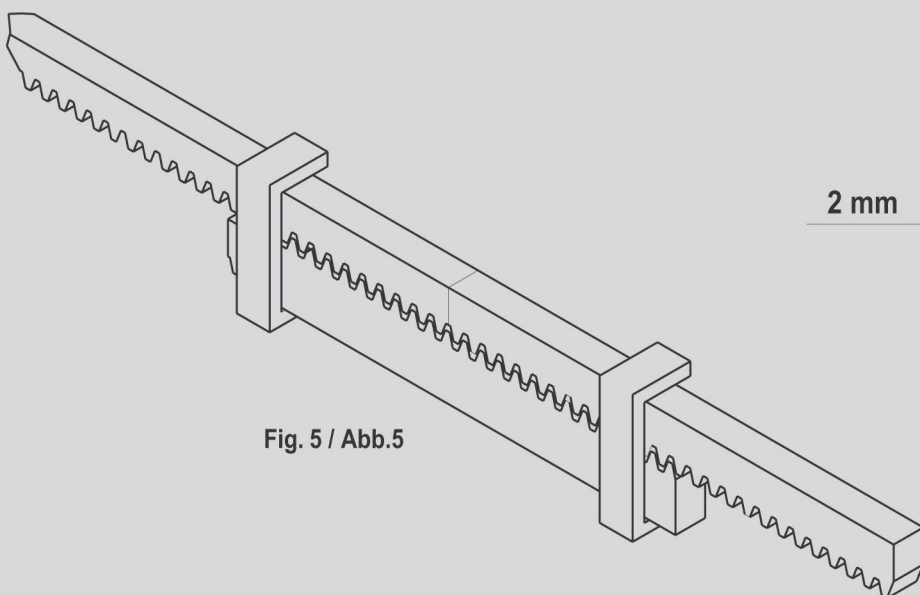

Fig. 5 / Abb.5
11. Pour positionner l'élément suivant de la crémaillère avec les dents parfaitement synchronisées, il est conseillé de bloquer une partie de la crémaillère au moyen de serre-joints et de fixer ensuite les entretoises correspondantes par des points de soudure (fig. 5). Répéter cette opération pour tous les éléments de la crémaillère qui restent à monter. Après avoir contrôlé que tout est en ordre, souder avec soin les entretoises au portail.
11. Para colocar el sucesivo elemento de cremallera con los dientes correctamente en fase, se aconseja bloquear con unas mordazas una pieza de cremallera y fijar los correspondientes distanciadores con puntos de soldadura. (fig. 5). Estas operaciones se repetirán para todos los demás elementos de cremallera que haya que montar. Una vez controlado que todo esté bien colocado, se soldarán con mucha atención los distanciadores a la cancela.
11. To position the next rack element with correctly aligned toothing, it is advisable to lock a section of the rack using holdfasts and fix the relative spacers by spot welding (fig. 5).
11. Um das nächste Element der Zahnstange genau abgestimmt auf die Verzahnung zu positionieren, ist es ratsam, einen Teil der Zahnstange mit Zwingen zu blockieren und die entsprechenden Abstandshalter mittels Punktschweißung zu fixieren (Abb. 5).
11. Om het volgende element van de tandheugel ook in de juiste stand te kunnen monteren, is het verstandig om een deel van de tandheugel met een klem vast te zetten en daarna de betreffende afstandsstukken op een aantal punten vast te lassen. (fig. 5).